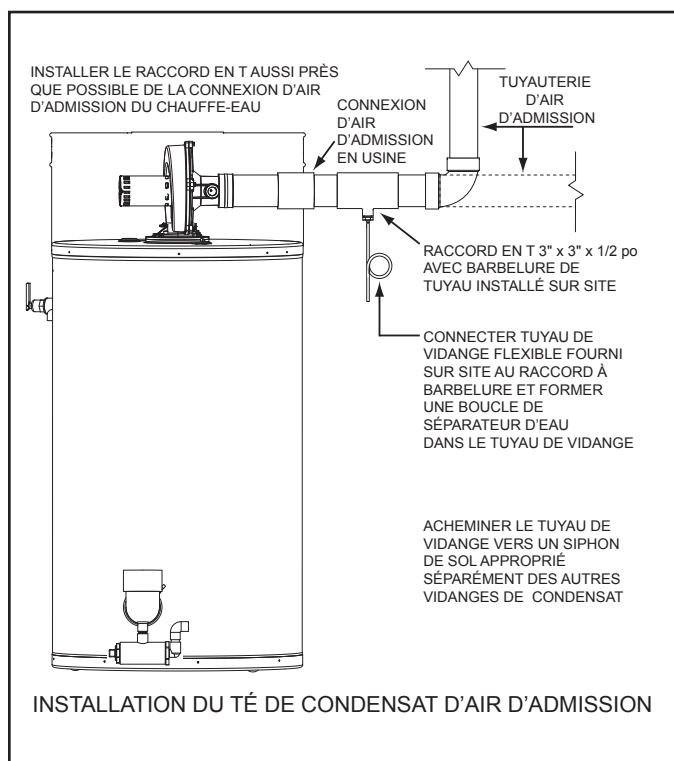

Figure 21
9. Un raccord en T et un tuyau de vidange de condensat fournis sur le site doivent être installés dans la tuyauterie d'entrée d'air à proximité du chauffe-eau dans les climats plus froids ayant de fortes accumulations de neige et dans les régions soumises périodiquement à une forte humidité. Le tuyau de vidange doit être acheminé vers un drain de sol séparé de tous les autres drains de condensat. Voir la Figure 21 à la page 26.